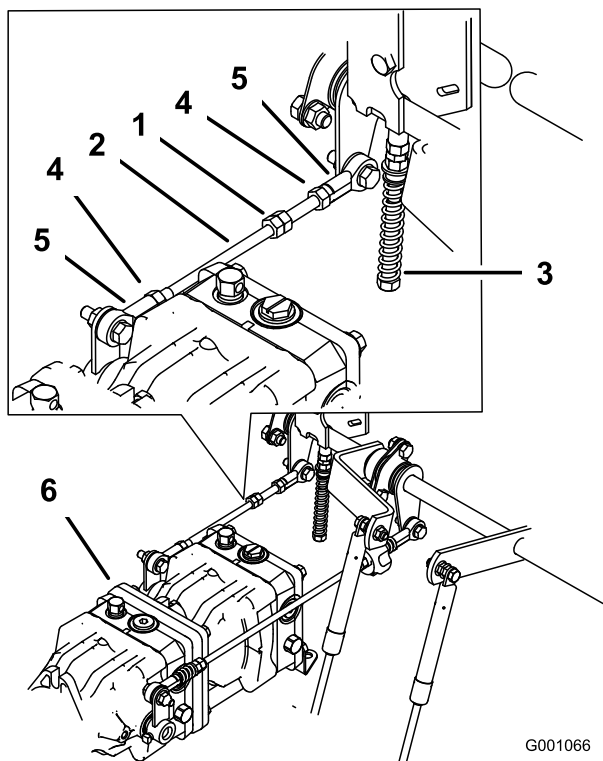

Figura 73
1. Afloje las contratueras de la articulación esférica de la varilla de control de la bomba (Figura 73).
3. Ajuste la longitud de la varilla de la bomba girando las tuercas dobles de la varilla, en el sentido apropiado, hasta que la rueda quede estacionaria o se mueva muy lentamente en marcha atrás (Figura 73).
6. Apriete las contratuercas de las articulaciones esféricas (Figura 73).